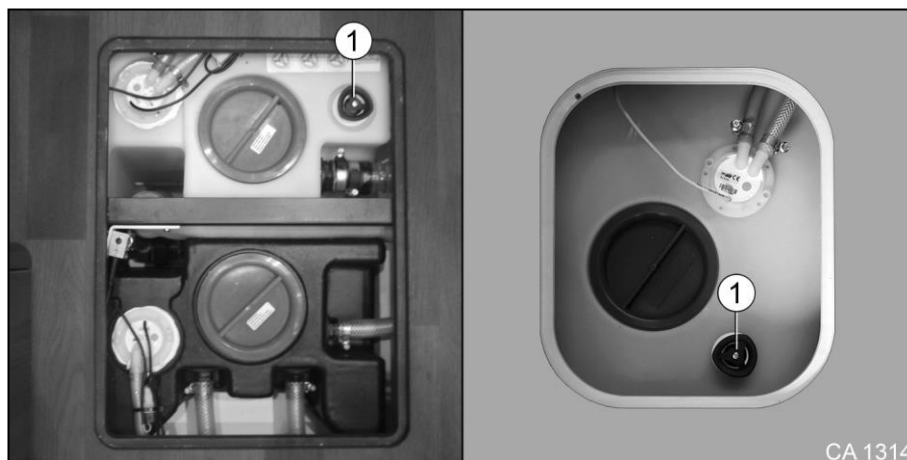

Fig. 138 Faire le plein du réservoir d'eau fraîche
2. Fermer le robinet de vidange du réservoir d'eau fraîche (Fig. 138/1).